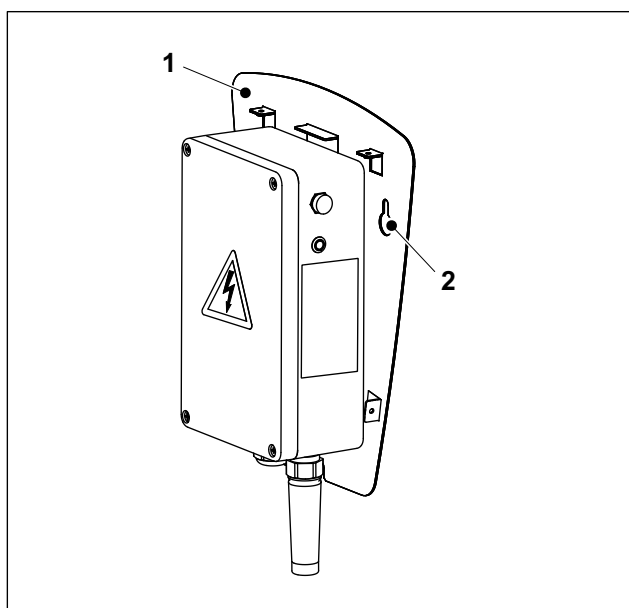
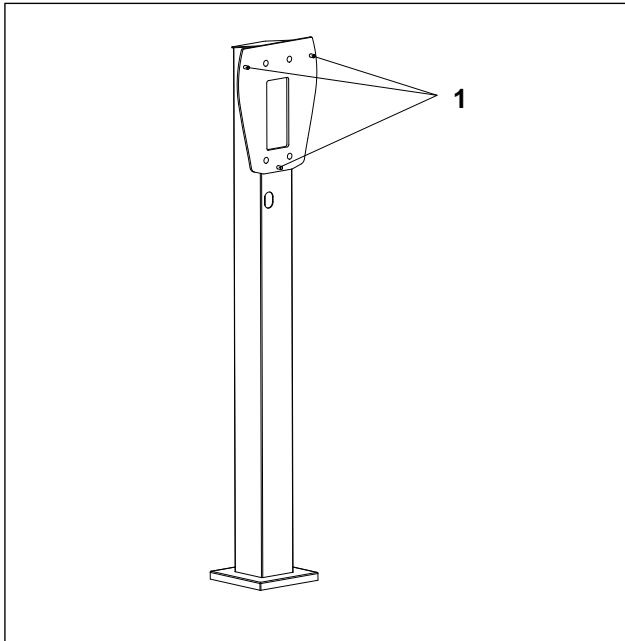

Fig. 2 Heidelberg Wallbox Home Eco, placa de atornillado
Fig. 3 Columna con tres puntos de atornillado
4. Enganchar la placa de atornillado (fig. 2/1) del Wallbox en los dos tornillos de fijación (orificios alargados fig. 2/2).
1. Enganchar la placa de atornillado del Wallbox (fig. 2/1) en los tres pernos de soporte de la columna (fig. 3/1).
2. Enroscar las tres tuercas (juego de piezas sueltas de la columna) en los pernos de soporte (fig. 3/1) y apretar (aprox. 12 Nm).